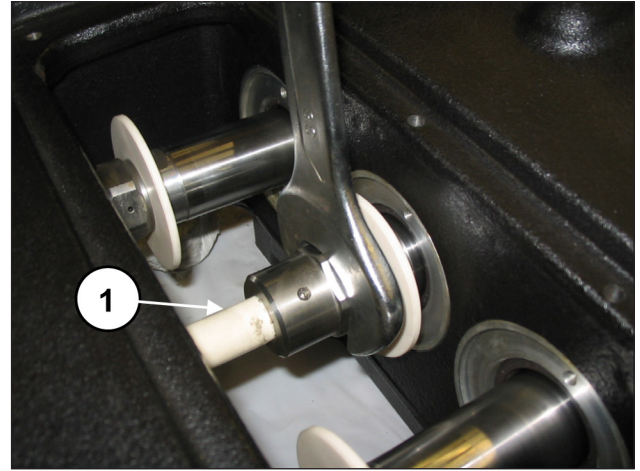
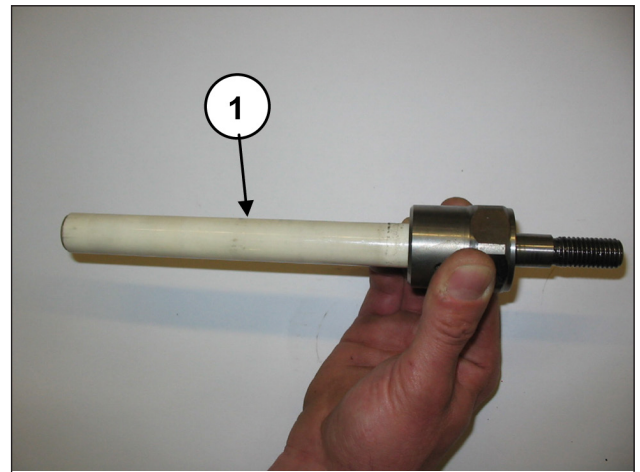

Fig. 122
Fig. 123
Déposer les éléments de pompage à l'aide d'une clé à fourchette (rep. ①, Fig. 122) et vérifier s'ils sont usés (rep. ①, Fig. 123). Les remplacer si nécessaire.